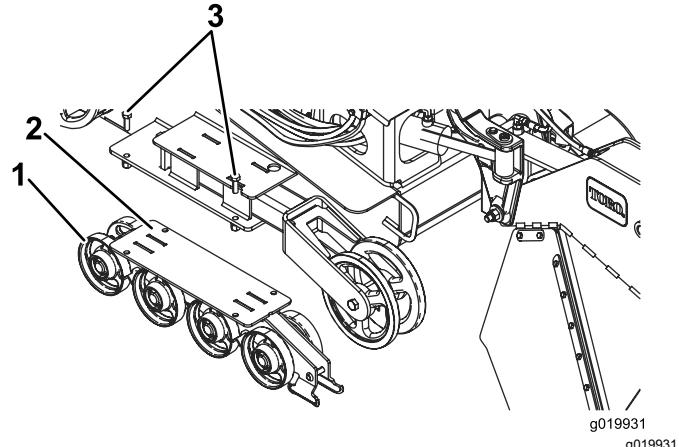

図 50
4. 各下クローラガイドロードホイールを囲っているを固定しているボルト各4を外してガイドを取り外す図50。